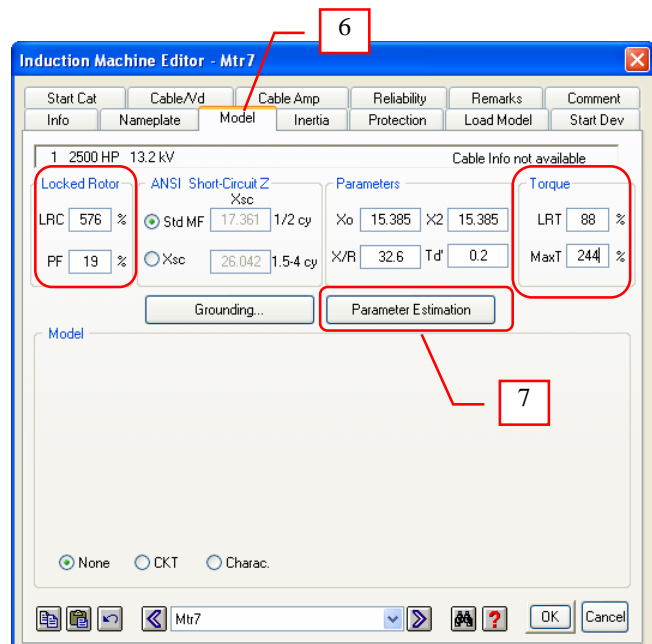

Fig. 3
See Fig. 3
- Click “Parameter Estimation” button. See Fig. 3.